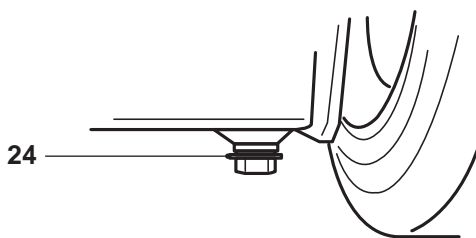

Fig. 14
- > Desserrez la vis de vidange [24] et laissez l'huile s'écouler dans le récipient. Faites attention au joint (Fig. 14).